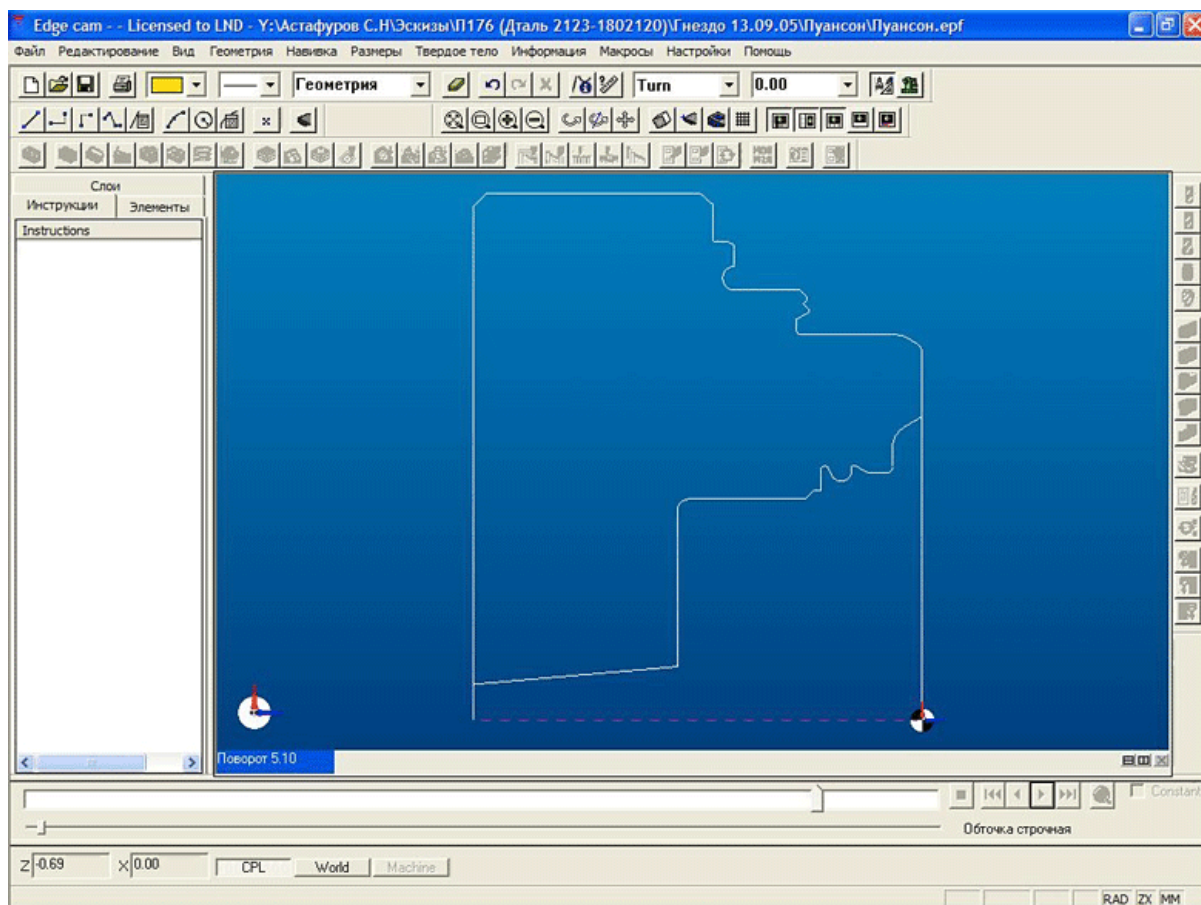

Рис. 9. Edgcam. Окончательная обработка.
9. Вставляем деталь в Edgescam для окончательной обработки и ориентируем её в пространстве (ZX режим, Трансформация, Перенос) рис. 9